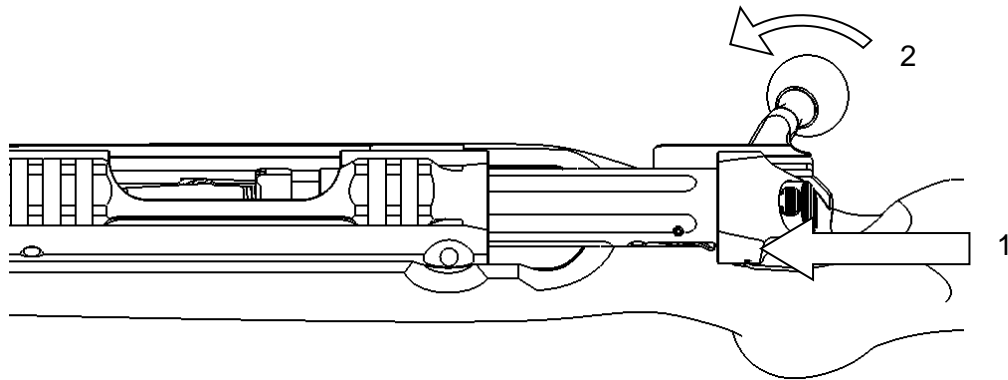

Bild 8
Für die Lautlose Zuführung den Verschluss mit dem Daumendruck (1) zur vorderen Position begleiten, dann den Kammergriff langsam schließen (Bild 8).